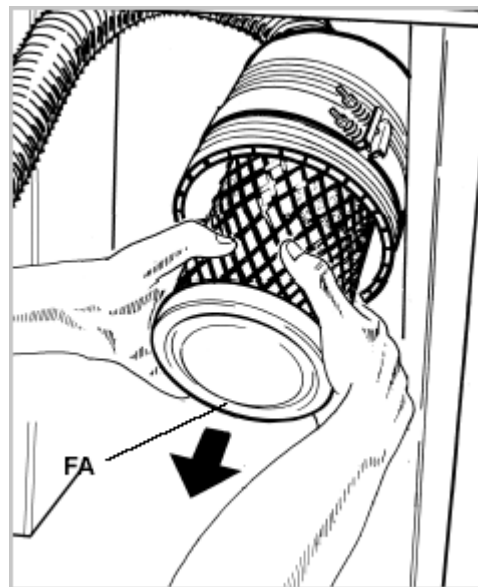

рис.12
- Извлечь воздушный фильтр **FA** из корпуса, как показано на рис.12.